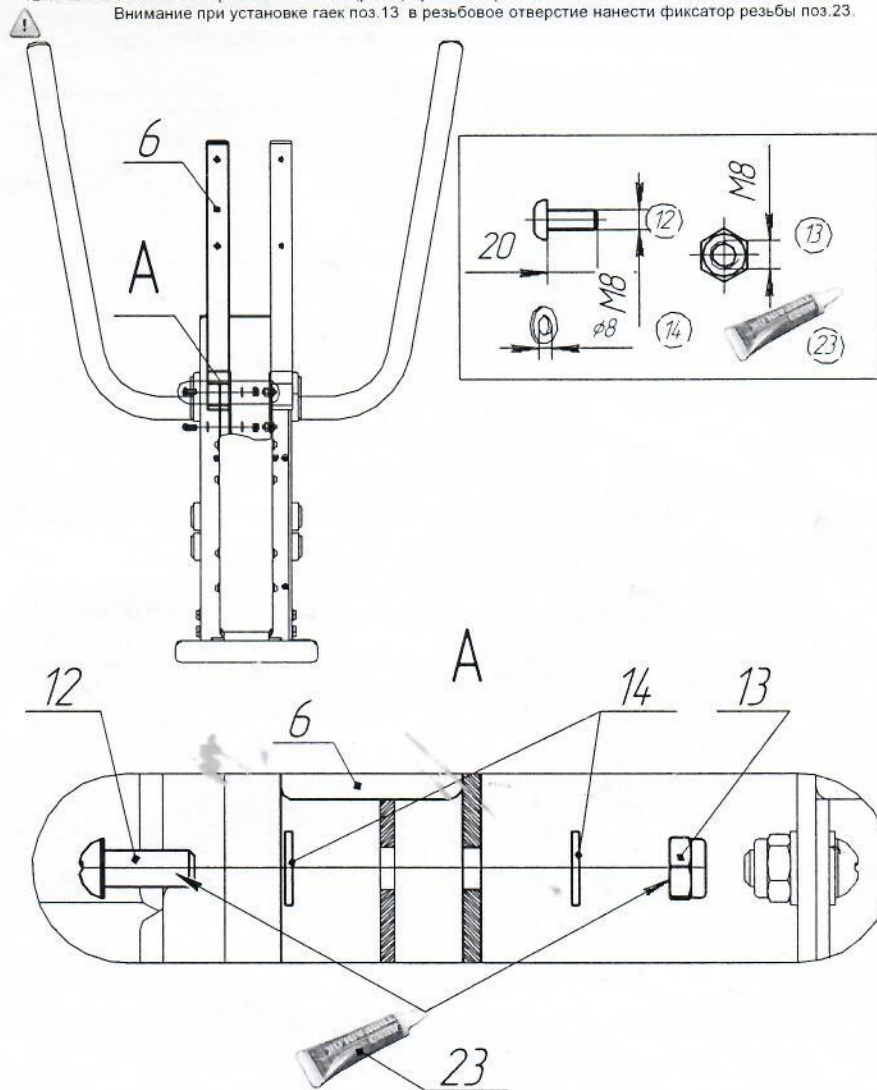

Рис.7
12.3.3.2.2 Установить кронштейн левый (рис.7) при помощи винтов поз.12, шайб поз.14 и гаек поз.13.